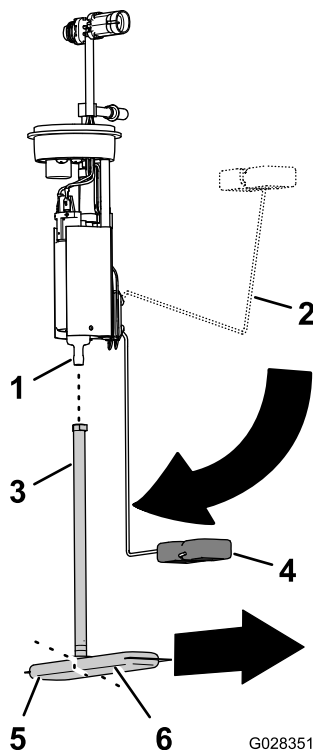

Figura 88
1. Retire o tubo de recolha do filtro de combustível do encaixe da bomba de combustível (Figura 88).
2. Alinhe o tubo de recolha do novo filtro de combustível com o encaixe da bomba de combustível (Figura 88).
3. Alinhe a perna longa do filtro de combustível com a boia quando o braço da boia estiver na posição de "vazio" (Figura 88).
4. Insira o encaixe da bomba de combustível no tubo de recolha até que o encaixe esteja totalmente assente (Figura 88).
2. Assente a bomba de combustível/unidade de envio na abertura do depósito (Figura 87 e Figura 88).